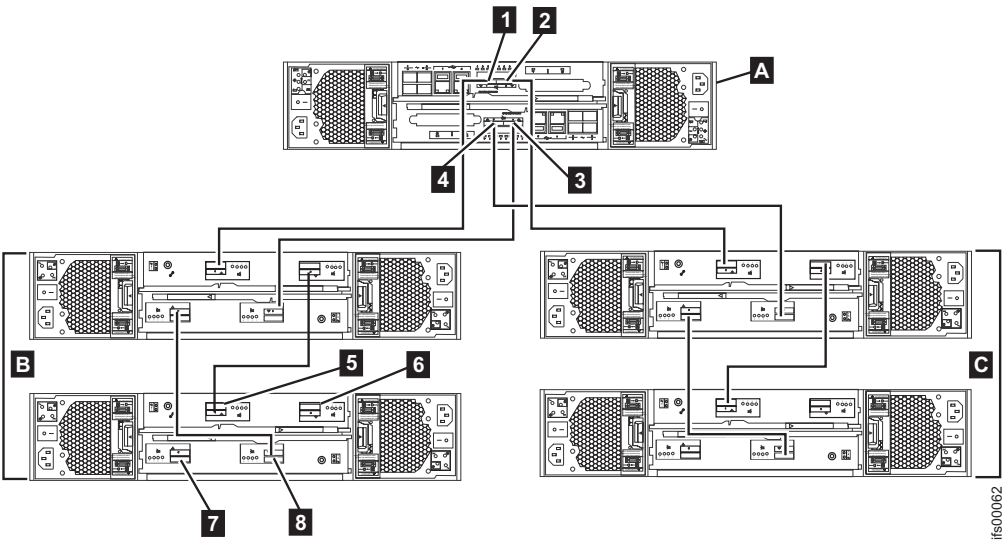

Figura 33. Conexões de cabeamento interno entre o gabinete de controle (A) e os gabinetes de expansão (B & C).
A tabela a seguir refere-se à Figura 33 na página 46.
1. Revise a Tabela 14 e as figuras antes de conectar os cabos SAS. A tabela a seguir refere-se à Figura 33.